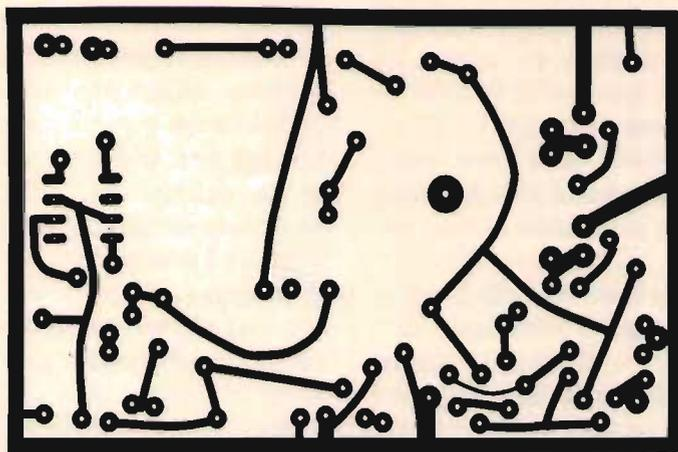
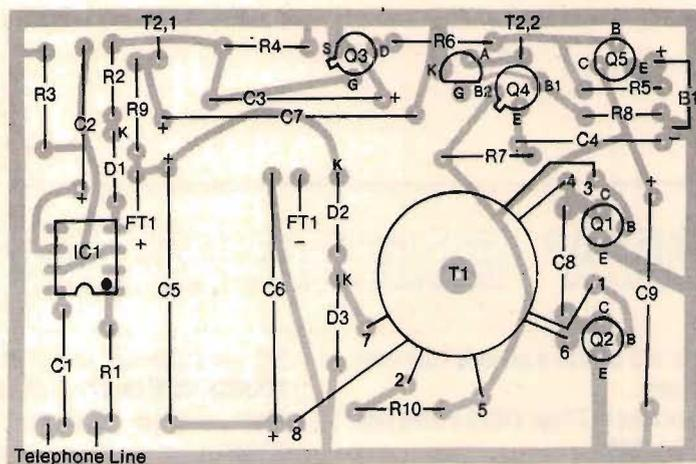

Figura 2. Circuito stampato del segnalatore stroboscopico di chiamata, in scala 1:1.
Figura 3. Piano di montaggio del segnalatore stroboscopico di chiamata.
**Figura 3.** Combinando uno strumento di controllo MIDI, che si basa su un sequenziatore o su un computer, con uno o più moduli MIDI si ottiene un potente strumento per la composizione e la rappresentazione musicale. Lo strumento di controllo e il sequenziatore possono registrare e doppiare simultaneamente un certo numero di pezzi musicali separati, permettendo a una sola persona di diventare una vera e propria "one-man band".
Una variante di questa tecnica è illustrata in **figura 2**.
Aggiungendo un computer o un sequenziatore *software*, si accrescono molto le possibilità del sistema illustrato in **figura 3**. Qui lo strumento di controllo può essere usato per produrre direttamente moduli di suono, o per immettere dati nel sequenziatore. I dati registrati possono essere così creati come già descritto, e le singole parti assegnate ai vari moduli. Si può in tal modo creare una vera e propria *one-man band*, con l'esecutore che segue, con gli strumenti tradizionali, le parti generate dal sequenziatore, oppure le contrasta.
riprodotto in figura 2: è infatti necessario evitare che le alte tensioni alternate o impulsive presenti in alcune sezioni del circuito possano essere captate, per via induttiva, dai sensibili componenti a bassa tensione come IC1 e Q3. Lo stampato è stato appunto progettato per scongiurare tale eventualità. Il piano di montaggio è visibile in figura 3 e non richiede particolari commenti se non quello di usare la massima attenzione nel saldare in modo corretto i componenti. Per quanto riguarda questi ultimi, sono invece necessarie alcune osservazioni: — il fet Q3 (2N6659) deve essere del tipo *enhancement*, vale a dire un diretto equivalente del modello citato; — i condensatori *devono assolutamente* essere isolati alle